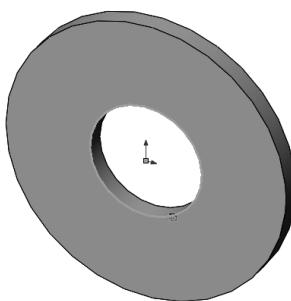

图 5-140 选择圆
- [1] 选择圆，如图 5-140 所示，单击 CommandManager 草图上的【等距实体工具】按钮 \square 。